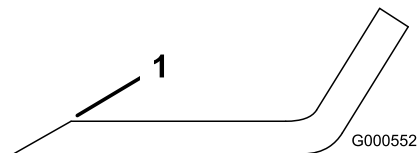

Bild 65
1. Schärfen Sie die Schnittkante an beiden Enden des Schnittmessers mit einer Feile (Bild 65).
Hinweis: Feilen Sie, wenn das Schnittmesser nicht ausgewuchtet ist, vom Flügelbereich des Messers etwas Metall ab (Bild 65).